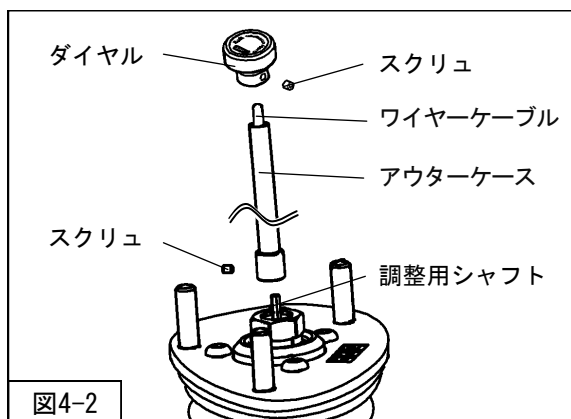

図4-2
スクリューの締付けは六角レンチ (1.5mm・同梱品) を使用してください。(図4-2)
4. OUTER ケースから出てきたワイヤーケーブルの先端にダイヤルを取付けてください。(図4-2)